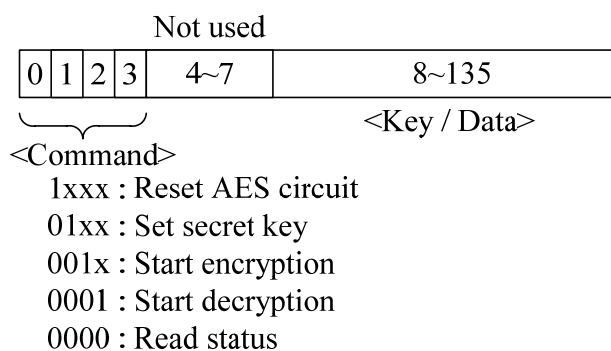

図 12 入力データフォーマット
本ハードウェアマクロは、AES 回路とのデータ入出力を RS232C によるシリアルインタフェースを通して行う。表 2 にその概要を、図 12~13 にデータ入出力フォーマットを示す。PC からシーケンシャルに入力されたデータは FPGA2 を介してダイレクトに FPGA1 へ転送される。1 回に入力されるシリアルデータの系列はスタートビット 1 ビット、ストップビット 1 ビットおよびデータ 8 ビットの 10 ビットである。データの処理単位は 136 ビットであり、8 ビットのヘッダと 128 ビットのデータからなる。8 ビットのヘッダはさらに 4 ビットのコマンド(ビット 0~3)と 4 ビットのステータス(ビット 4~7)からなる。コマンドは AES 回路に対するリセット(=1xxx)、鍵設定(=01xx)、暗号化(=001x)および復号(=0001)、ステータス読出し(=0000)の 5 種類である。コマンド発行時にステータスビットは無視される。また、リセットとステータス読み出し時には 128 ビットのデータは不要であるが、全ての入出力データのフォ
- ② コマンド 4 ビット+ステータス 4 ビットを 16 進で列 A に記入する。ステータス 4 ビットはデータ長を入出力で $4+4+128=136$ ビットにそろえるためのダミーであり、この 4 ビットは無視されるので値は何でも構わないが、ここでは 0 としている。コマンドは、リセット、鍵設定、暗号化、復号、ステータス読出しの 5 種類で、シリアルインタフェースの項の図 12 に示したようにそのビット表現は、1xxx, 01xx, 001x, 0001, 0000 である。つまり F~8 がリセット、7~4 が鍵設定、3~2 が暗号